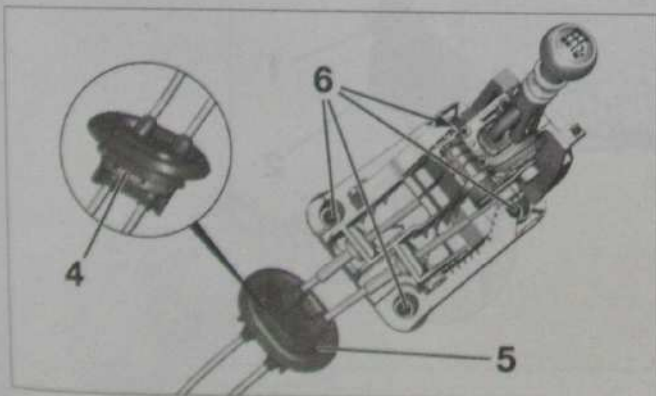

Fig. 12
- Dégrafer l'entretoise de maintien (4) du joint d'étanchéité (Fig.12).
- Écarter le joint d'étanchéité (5).
- les 4 écrous (6),